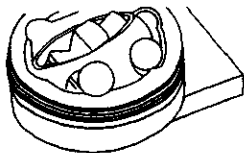

图 3-167 取出钢球
2) 旋转内星轮与球笼, 依次取出钢球, 如图 3-167 所示。